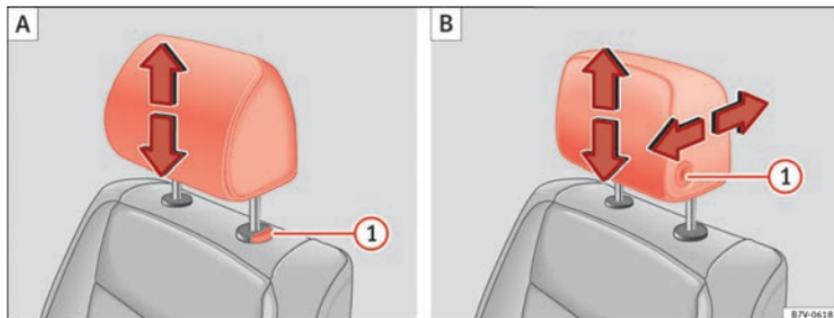
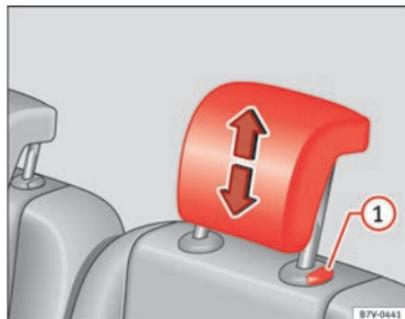

Abb. 85 **A**: Kopfstützeinstellung ohne Möglichkeit der Längsverstellung, **B**: Kopfstützeinstellung mit Möglichkeit der Längsverstellung, **B**:
Abb. 86 Kopfstützeinstellung der zweiten der dritten Sitzreihe.
- Die Kopfstütze in Pfeilrichtung nach oben oder unten schieben → Abb. 85 oder → Abb. 86 **1** durch Knopfdruck verstellen → **A**.
- Durch Drücken des Knopfes die Kopfstütze in Pfeilrichtung nach vorne oder nach hinten schieben → Abb. 85 **1** **B**.